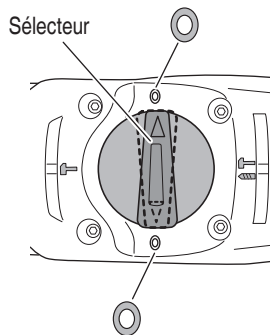

Fig. 9
- (2) Pour fixer la position de travail d'outils tels que ciseau à froid, etc.
- (a) Tournez le levier du sélecteur. Alignez ▲ du levier du sélecteur et ○ du couvercle de la manivelle comme illustré à la Fig. 9.